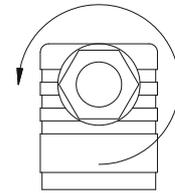

Fig. 9
- ↖ Desserrer le passe-câble à vis ⑤ M16x1,5 (⇒ Fig. 9).